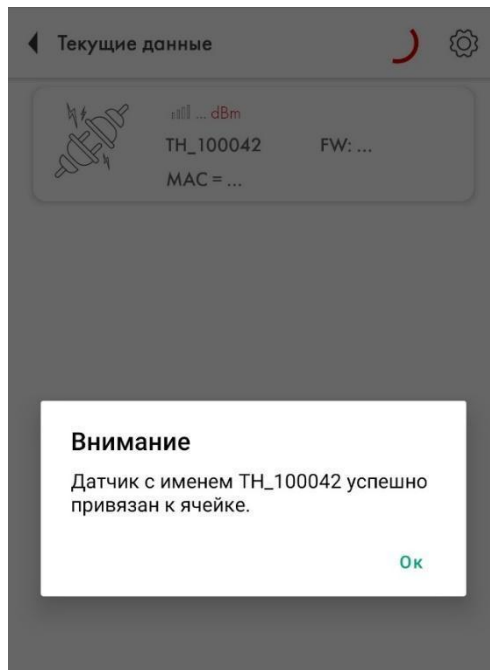
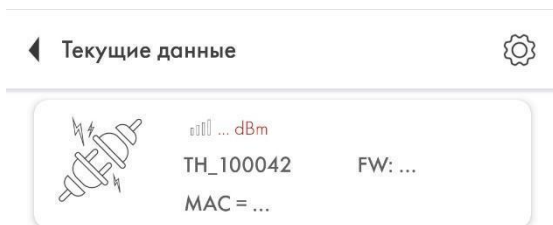

Рисунок 10 – Привязка датчика к адаптеру
Рисунок 11 – Удаление датчика из подключений BA-BLE
Необходимо ввести эти данные (например, имя датчика **ТН\_100042**, последние 6 цифр номера) и нажать «Подключить». Появится окно с информацией о подключении датчика (рис. 10).
2.3.10 Чтобы удалить датчик из подключений необходимо перелистнуть экран **«Текущие данные»** вправо и нажать кнопку **«Удалить»** рядом с данным датчиком (рис. 10). В окне запроса на отсоединение датчика (рис. 11) необходимо нажать **«Отключить»**.